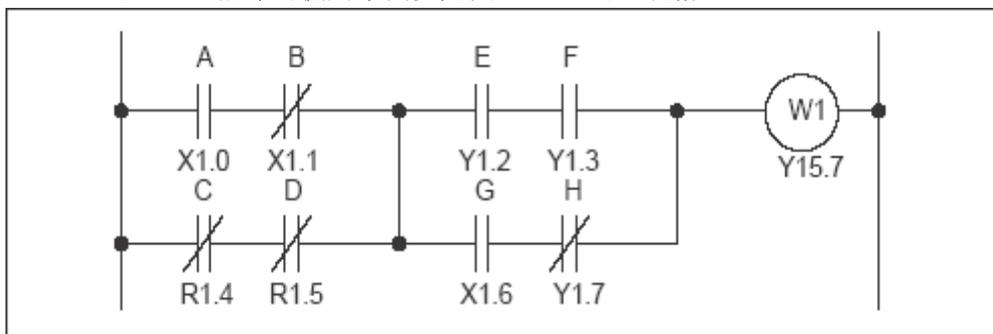

图 9.1.10.1 梯形图
(1) 指令格式 RD.NOT.STK ANNN.B
(2) 将逻辑操作的中间结果入栈。栈寄存器左移 1 位，而后给定地址的信号取反号取反，置于 ST0。
(3) 当给定信号位为 B 型 ( ) 触点时使用。
(4) RD.NOT.STK 指令的使用举例参见图 9.1.10.1 和 表格 9.1.10.1。
(2) 将 ST0 和 ST1 中的操作结果进行逻辑与运算, 结果送至 ST1, 将堆栈寄存器右移一位。
(3) AND.STK 指令的使用举例参见图 9.1.10.1。
(2) 将 ST0 和 ST1 中的操作结果进行逻辑或运算，结果送至 ST1，将堆栈寄存器右移一位。
(3) OR.STK 指令的使用举例参见图 9.1.10.1。